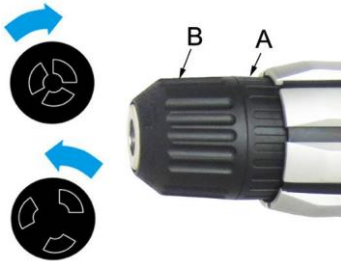

Fig. 3
7.2 Montarea și demontarea unui vârf și a unui burghiu (fig. 3)